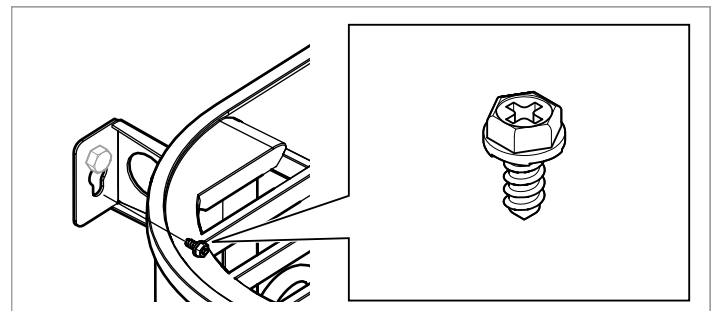

Fig 10: Vis de fixation du support
8. Immobiliser le poêle au moyen de la vis de fixation se Fig 10, page 15.